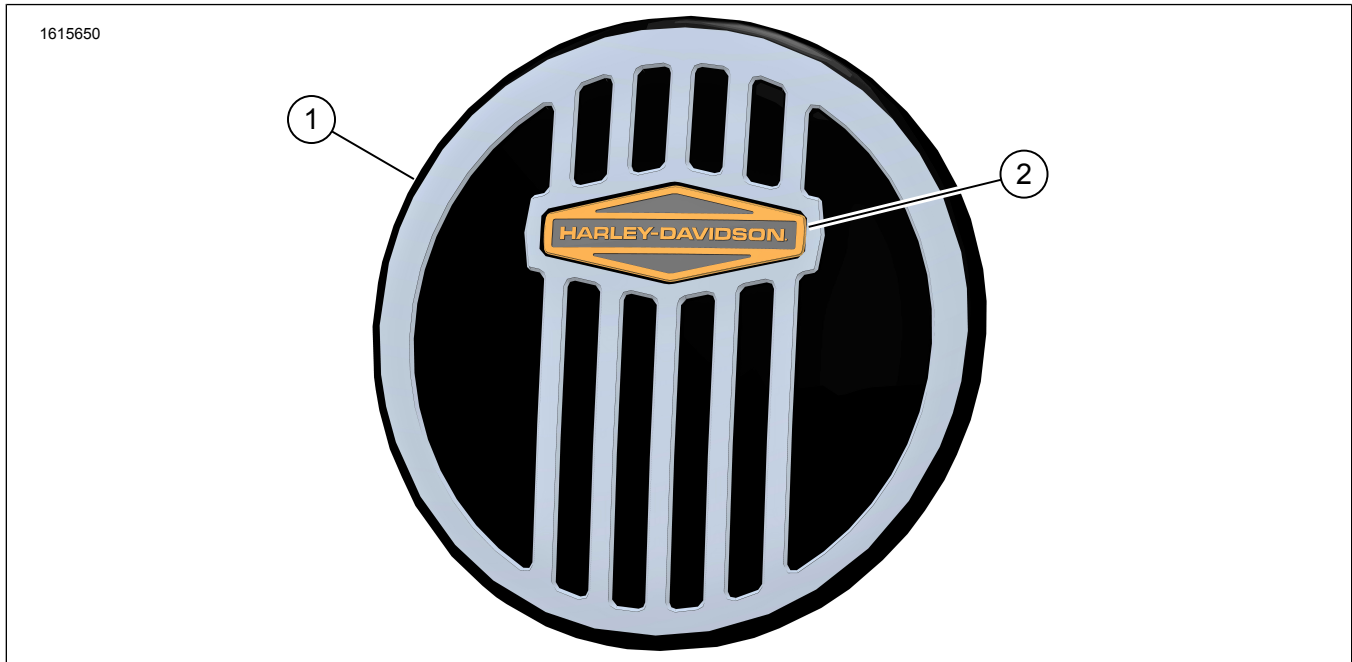

Figure 1. Contenu du kit : Kit couvercle de console
- Figure 1 Coller le médaillon (2) sur le couvercle de la console (1).